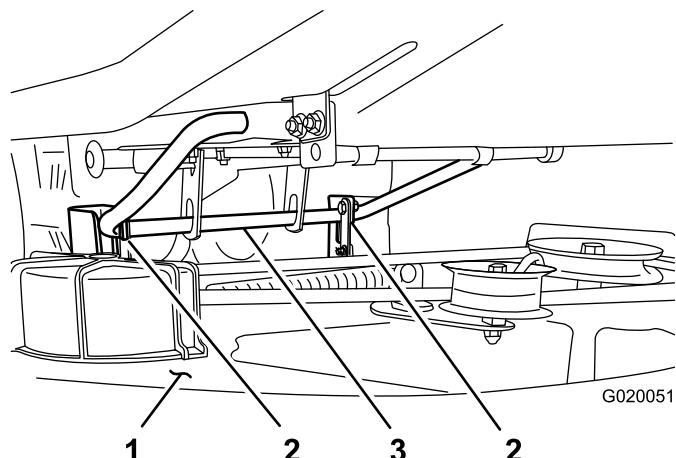
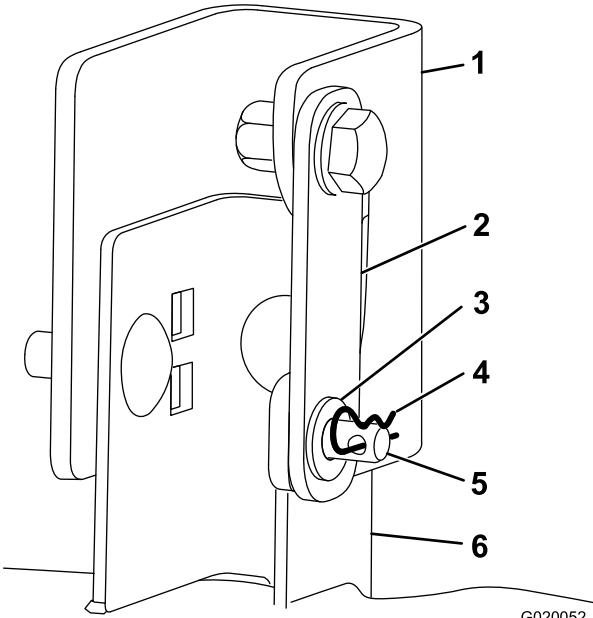

Figura 34
Figura 35
supporto del piatto di taglio su un lato del piatto di taglio. Ripetete la procedura per l'altro lato (Figura 34 e Figura 35).
- Sollevate leggermente la parte posteriore del piatto di taglio per allentare la pressione sulle coppiglie, quindi rimuovetele (Figura 34 e Figura 35).
cautela la parte posteriore del piatto di taglio al suolo (Figura 34).
7. Alzate la parte posteriore del piatto di taglio e guidate i supporti di sospensione lungo l'asta di sollevamento posteriore (Figura 34).
8. Ruotate ogni singola staffa di supporto del piatto di taglio in modo che il foro posizionato all'estremità libera sia allineato al foro sul supporto di sospensione (Figura 35).
9. Montate il perno con testa attraverso i supporti su ambo i lati, quindi montate le rondelle sui perni con testa e le coppiglie attraverso i perni con testa (Figura 35).